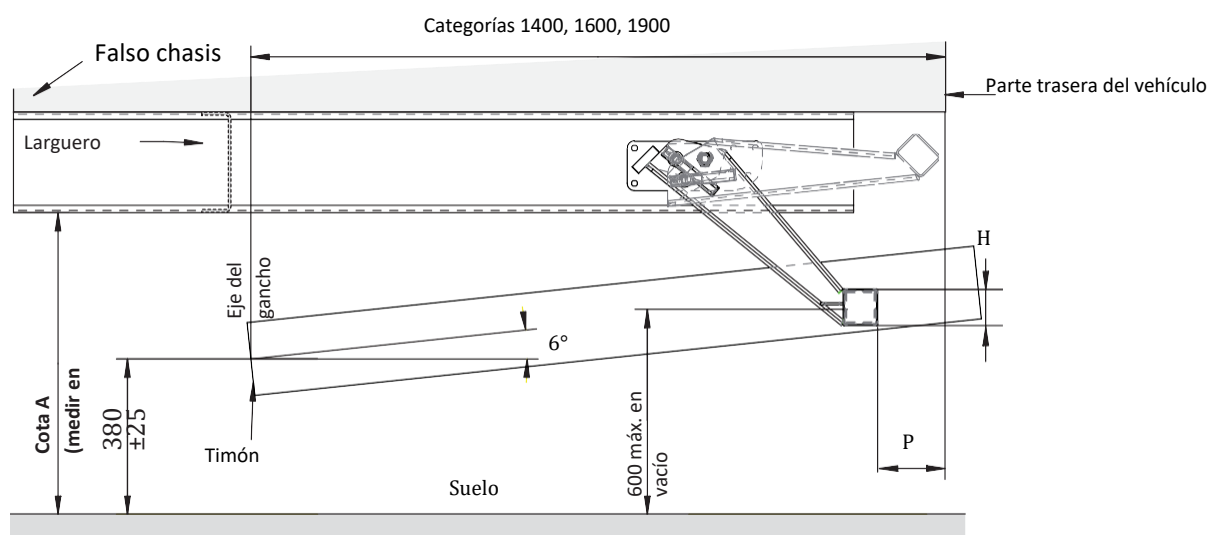

Fig. 1
- Durante una maniobra, el ángulo de articulación debe poder alcanzar 90° en cada lado del plano longitudinal del vehículo tractor, y el ángulo de inclinación debe poder variar de 0 a 6° (véase la Fig. 1).